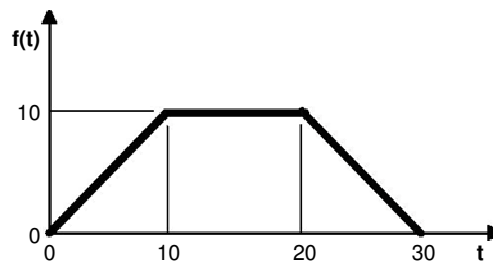

Figura 8.18.- Entrada de prueba del ejercicio.
3) Obtener la respuesta del sistema ante la entrada mostrada en la figura 8.18